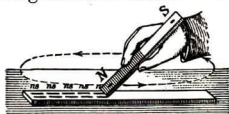

Abb. 281. Magnetisieren durch Streichen
**1. Magnetisieren durch Streichen.** Man nimmt an, daß in einem unmagnetischen Eisen- oder Stahlstück bereits die Molekularmagnete vorhanden sind, aber in solch großer Unordnung, daß sie nach außen keine Wirkung zeigen. Durch Darüberstreichen mit einem Pol (Abb. 281) werden sie aber geordnet, da der darüberstreichende Pol die entgegengesetzten Pole an sich zieht. Merke: